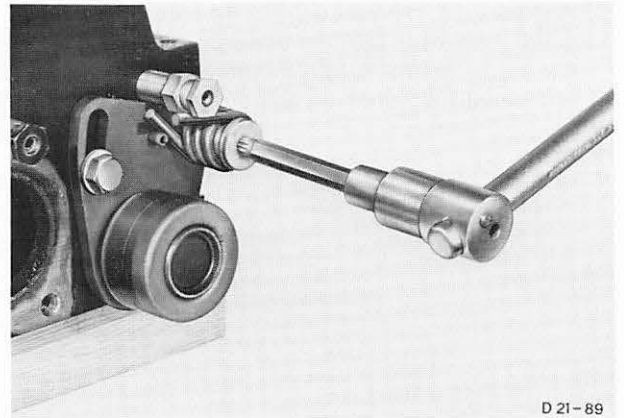

Abb. 226 Zahnriemenspanner abbauen
9. Zahnriemenspanner (2 Schrauben, 1 Feder) mit Spezialwerkzeug 21-012, Abb. 226, und Distanzschrauben-Zahnriemenschutzblech (2) abbauen.